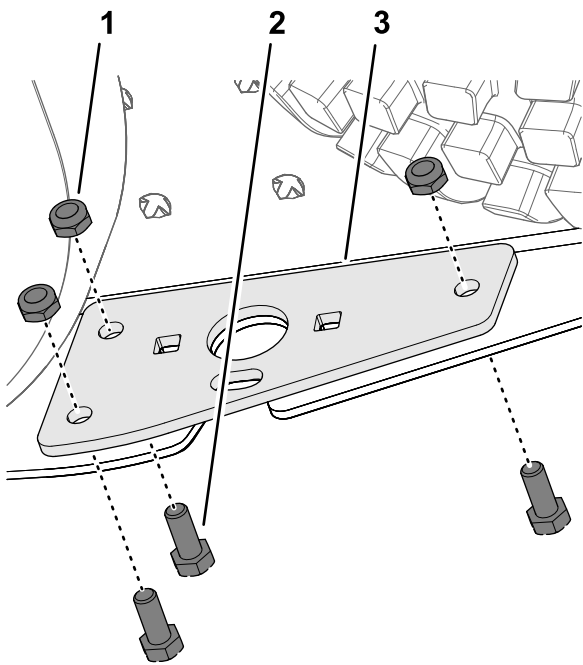

图 9
6. 用 3 个六角头螺栓 5/16 x 3/4 英寸和 3 个锁紧螺母 5/16 英寸将枢轴支架组装到脚踏板 图 9。